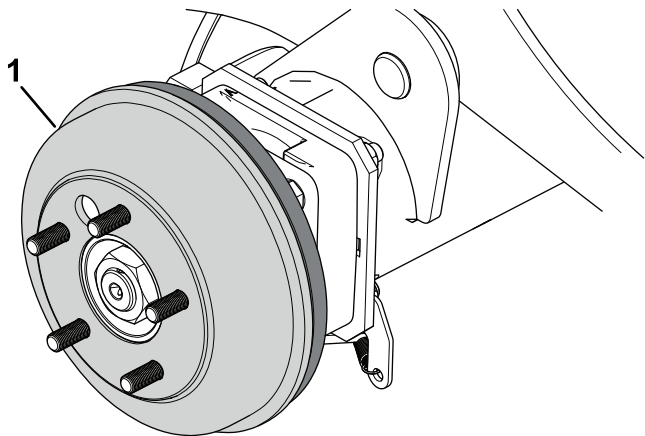

Figura 70
4. Rimuovete manualmente i tamburi del freno (Figura 70).